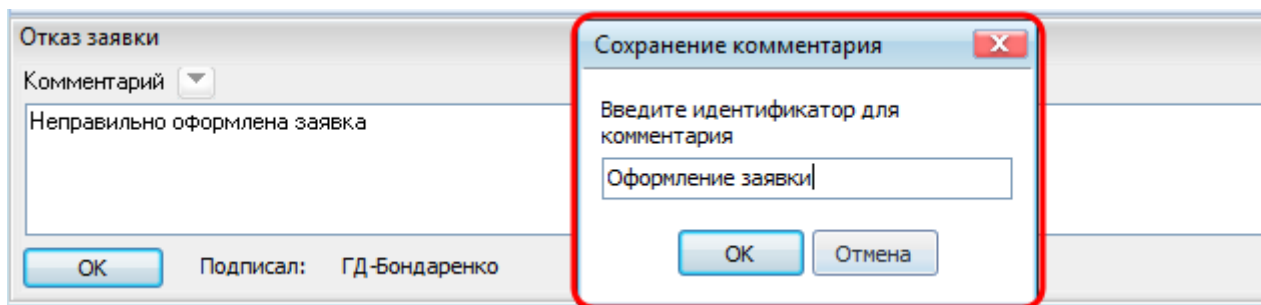

Рисунок 12.28 – Сохранение комментария
- «**Сохранить комментарий**» – сохранение комментария как predetermined текста комментария. При выборе пункта меню « Сохранить комментарий» появляется окно «Сохранение комментария» (Рисунок 12.28). В окне «Сохранение комментария» необходимо ввести идентификатор комментария и нажать на кнопку «ОК».